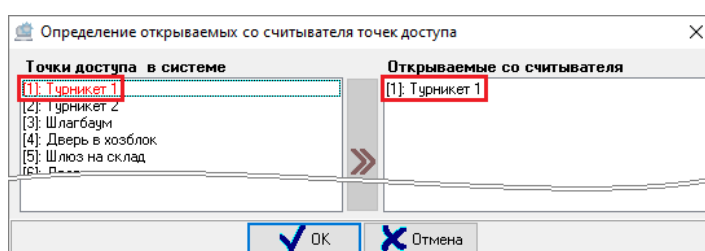

Рисунок 6-437 Выбранная в качестве привязываемой к считывателю точка доступа
В поле **«Точки доступа в системе»** отображаются все точки доступа, имеющиеся в системе. При этом для точек доступа, выбранных в качестве открываемых со считывателя, применяется маркировка **красным шрифтом** (см. Рисунок 6-437).
- дважды кликните левой клавишей мыши по точке доступа в поле «Точки доступа в системе». Точка доступа будет добавлена в поле «Открываемые со считывателя» (см. Рисунок 6-437);